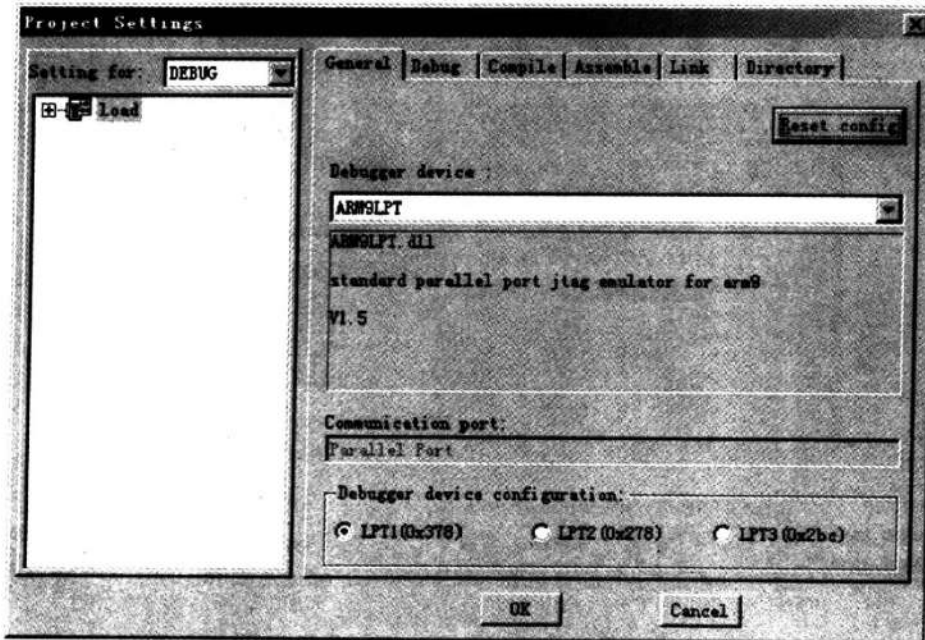

图 4-23 选择调试设备
③ 选择调试设备。根据使用的 ICE 调试设备选择驱动程序,参照图 4-23 选择 ARM9LPT。